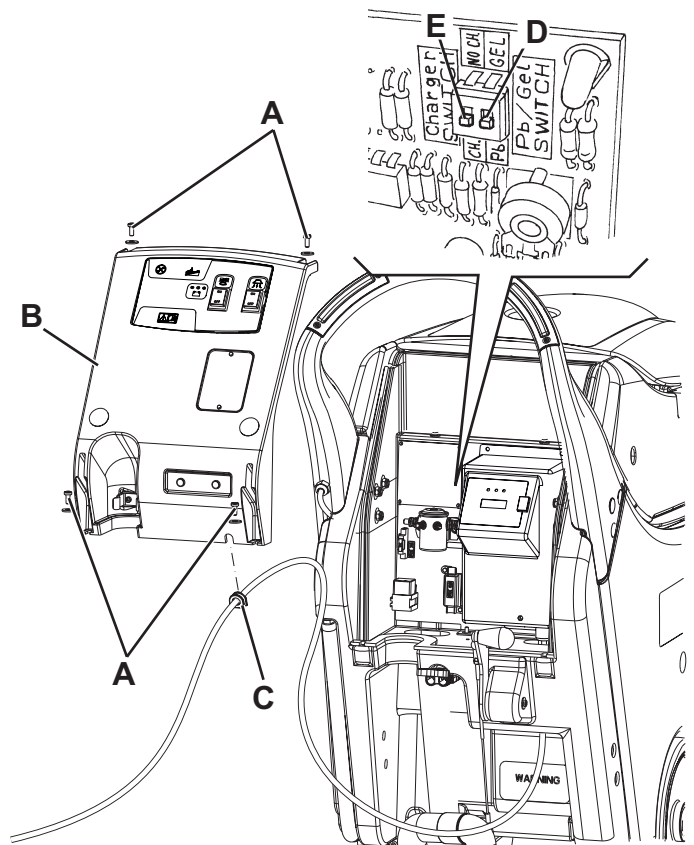

Figure 1
2. Déplacer le tuyau de vidange de l'eau de récupération (11).
3. Si équipé, déposer le câble du chargeur de batterie du logement (5).
4. Déposer les vis (A, Fig. 1) et déplacer le tableau (B) avec soin en dégageant la bague en caoutchouc (C) de son logement dans le tableau (B).
5. Porter le microinterrupteur (D) dans la position WET.